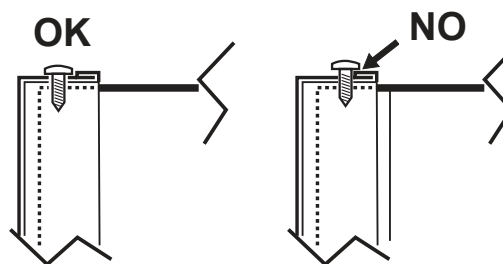

fig. 8 - montaje con tornillos inferiores
3. Proceder en orden inverso para volver a montar el panel delantero. Asegúrese de que esté fijado correctamente en el panel superior y totalmente apoyado en los paneles laterales. La cabeza del tornillo "A", una vez apretada debe colocarse tal y como indicado en "fig. 8 - montaje con tornillos inferiores".